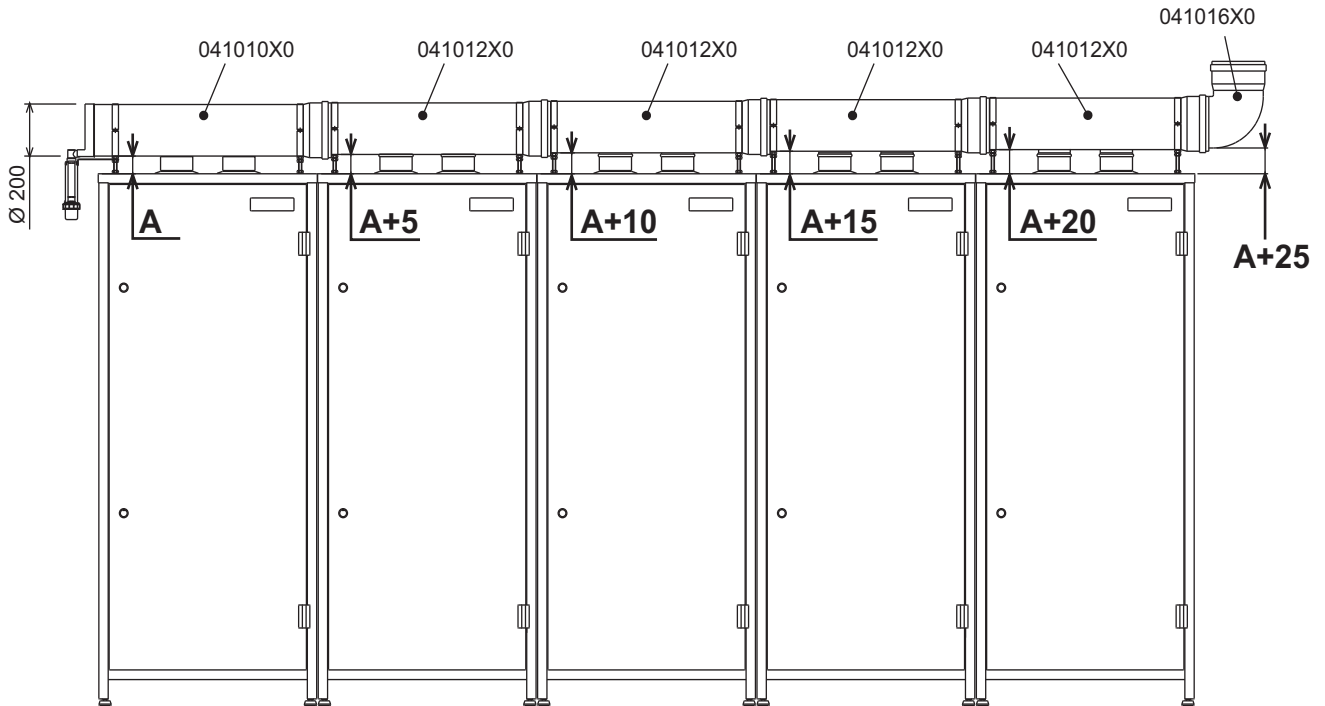
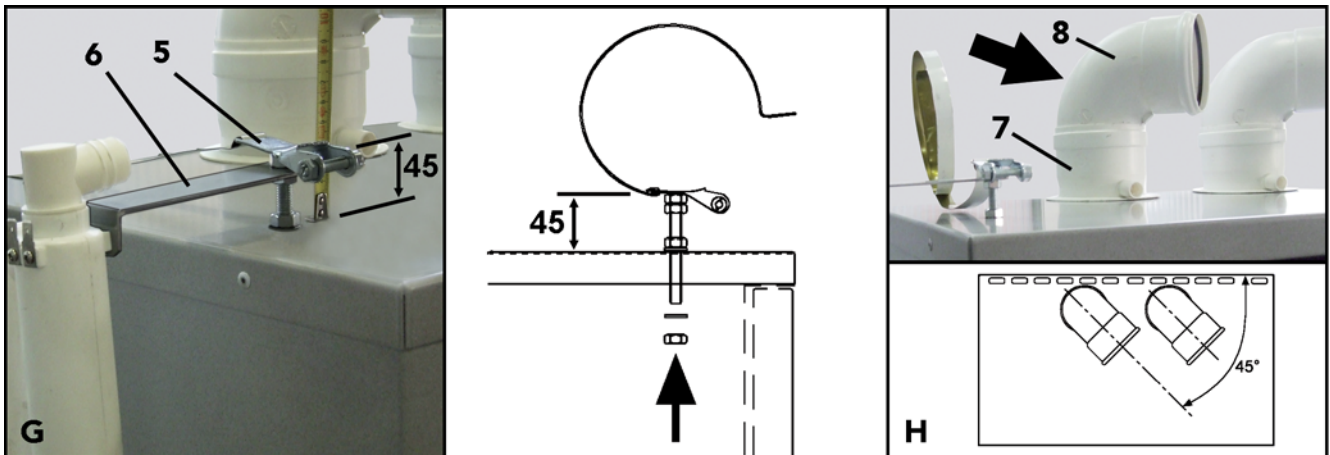
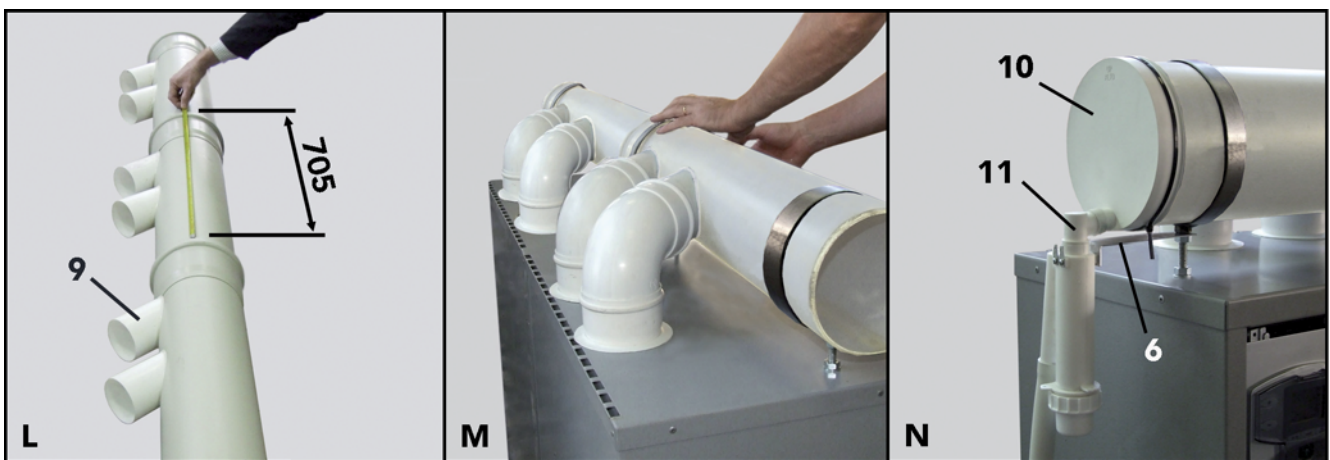

fig. 32 - Installation de 5 modules
fig. 35
fig. 36
- G** Monter les brides de fixation des collecteurs "5" en utilisant les trous prévus à cet effet au sommet des modules. La bride de départ sur le premier module doit respecter la cote de 45 mm. (voir cadre "G" fig. 35). Il est nécessaire d'augmenter cette cote de 5 en 5 pour les modules suivants, de manière à obtenir l'inclinaison du collecteur des fumées comme il est indiqué sur fig. 32. Monter, sur la bride du premier module, l'étrier de fixation du support du siphon d'évacuation des condensats "6".
- H** Monter sur les manchettes "7" les coudes à 90° M-F "8", en les positionnant à 45° par rapport au module (voir cadre "H" fig. 35). Si l'on est en train d'installer un module, **Reply 51/i** utiliser un seul coude à 90°, ainsi que le bouchon fourni dans le kit de départ.
- L** Raccorder les conduits des fumées (opération à effectuer à partir du sol) en faisant attention à l'alignement des différents raccords "9" et en respectant scrupuleusement la mesure de raccordement de 705 mm (voir cadre "L" fig. 36).
- Vérifier que l'inclinaison du collecteur (voir fig. 32) est correcte et que toutes les manchettes, les coudes et les soupapes sont bien raccordés; vérifier également que les joints ne sont pas sortis de leur logement (voir cadre "M" fig. 36). Faire adhérer les joints extérieurs au sommet des modules. Serrer et bloquer les brides de fixation.